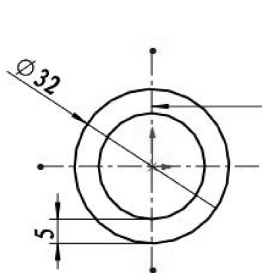

图 2-115 绘制同心圆
- 单击【圆】按钮，在坐标系原点绘制两个同心圆，进行尺寸约束，如图 2-115 所示。